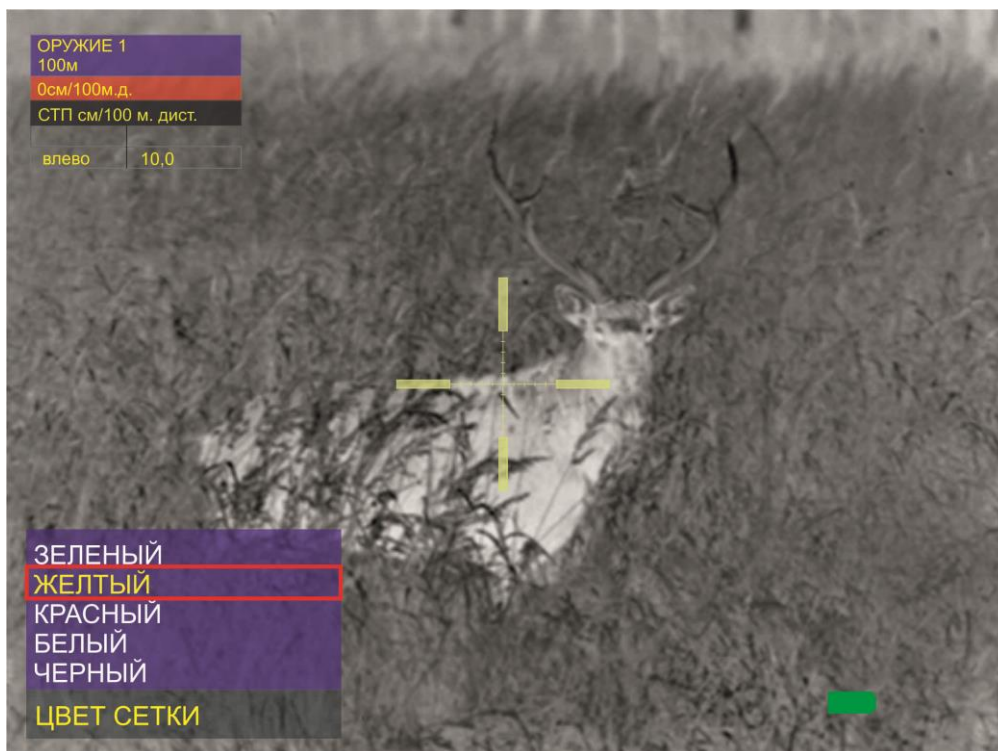

Рисунок 15 – Цвет сетки
В изделии имеется возможность выбора цвета сетки с помощью меню «ЦВЕТ СЕТКИ» (см. рис. 15). Доступны пять вариантов цвета сетки: зеленый, желтый, красный, белый и черный. Передвигаясь по пунктам меню с помощью кнопок (3) и (5), выберите необходимый цвет и нажмите кнопку (4) (см. рис. 1) для сохранения выбора.